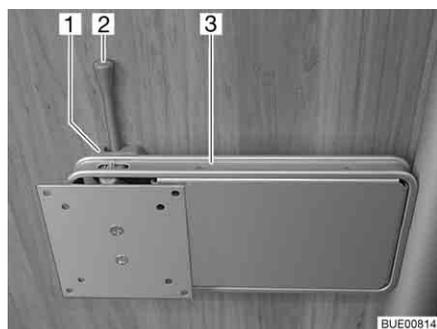

Fig. 87 Fijación en la columna
- Empujar la palanca de desbloqueo (Fig. 87,2) hacia el lado y girar el soporte (Fig. 87,3) junto con la pantalla plana a la posición deseada.
- Girar la pantalla plana hacia la posición inicial hasta que el soporte (Fig. 87,3) engatille en el bloqueo (Fig. 87,1).